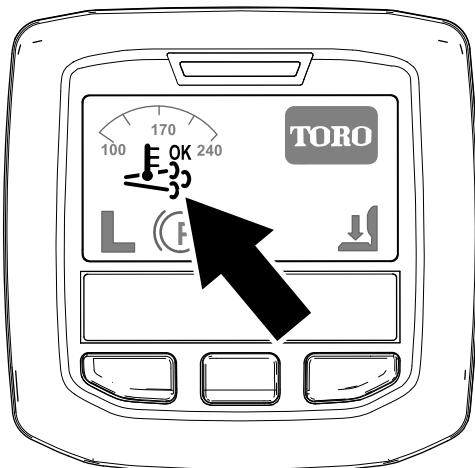

Bild 44
- Das Symbol für die unterstützte bzw. Rücksetzen-Regenerierung wird im InfoCenter angezeigt (Bild 44).